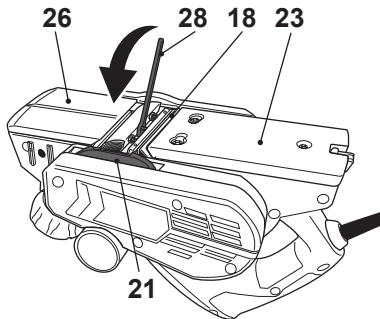

Fig. 15
- > Dévissez légèrement les écrous hexagonaux [16] dans le sens antihoraire à l'aide de la clé [28] (Fig. 15).